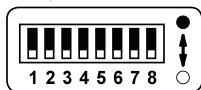

Рис.1. DIP-переключатели.
3.3. Установите DIP переключателями значение выходного тока, необходимого для питания подключаемой нагрузки. Соответствие положения переключателей и тока указано на корпусе декодера. Черная точка соответствует верхнему положению переключателя, белая – нижнему (Рис.1).